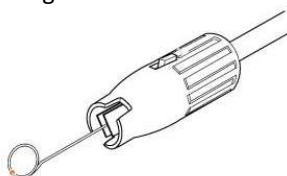

Figura 16
- Una limpieza regular de la boquilla es importante para obtener un mejor funcionamiento de la hidrolavadora. La boquilla debe limpiarse a intervalos regulares utilizando el limpiador de boquilla que se adjunta con la máquina. Ver figura 16.